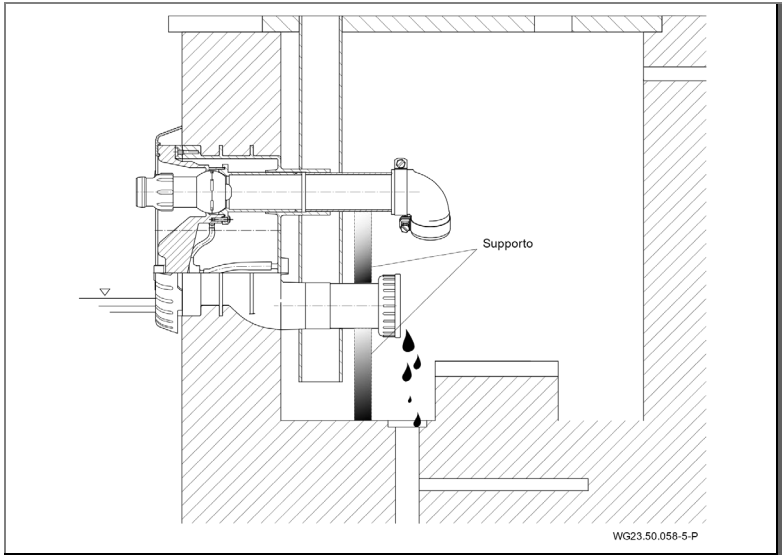

Fig. 22
- 3. Scaricare il tubo di aspirazione e di mandata poggiando su un sostegno. Vedere "Fig. 22" a pagina 41.